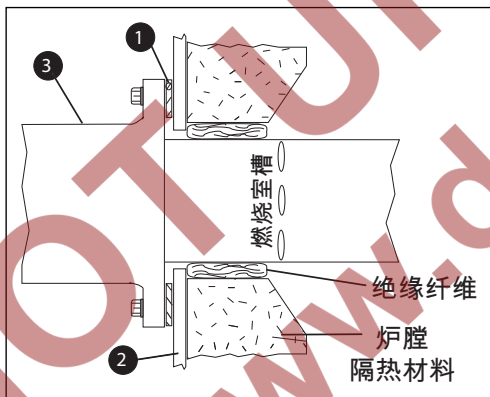

图 3.4. 合金燃烧管室
1. 确保垫圈 ① 安装在燃烧器 ③ 和燃烧室壁 ② 之间。参见图 3.4。
2. 如图 3.4 所示，将纤维绝缘布置在燃烧室周围，深度不超过燃烧室槽位置。